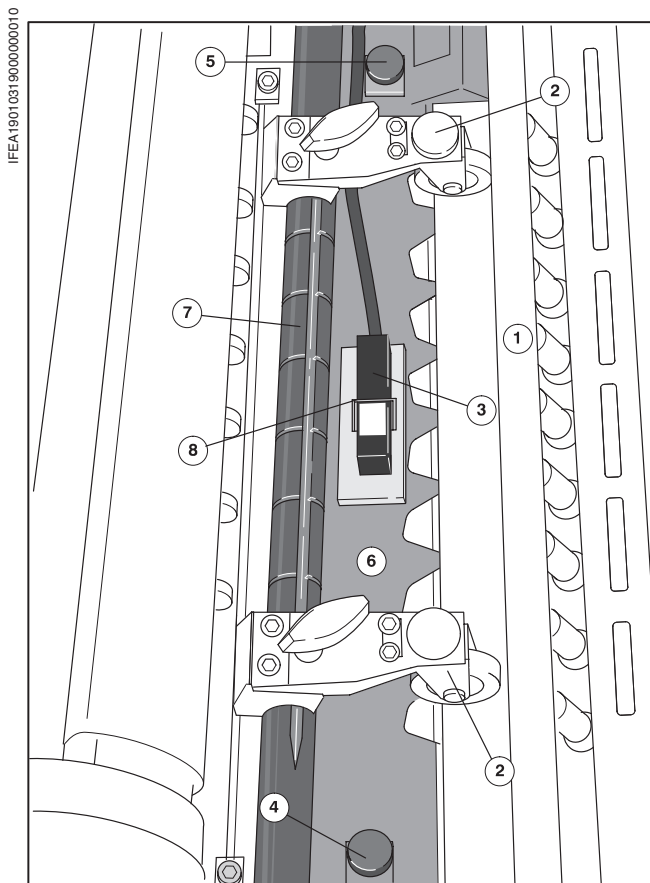

Рис. 30 Установка направляющей пластинки с щеточными роликами
- ① Вращать машину рукояткой до тех пор, пока штанга с присосами (Рис. 30/①) не окажется в самой нижней позиции.
- ② Убрать тактовые ролики (Рис. 30/②) наружу, к боковой стенке.
- ③ Снять устройство контроля листа (Рис. 30/③).
- ④ Полностью вывинтить винты с накаткой (Рис. 30/④ и 30/⑤).
- ⑤ Вытащить направляющую пластинку (Рис. 30/⑥) под осью тактовых роликов (Рис. 30/⑦).
- ⑥ Сжав зажимы (Рис. 30/⑧) устройства контроля листов, вынуть их из машины.